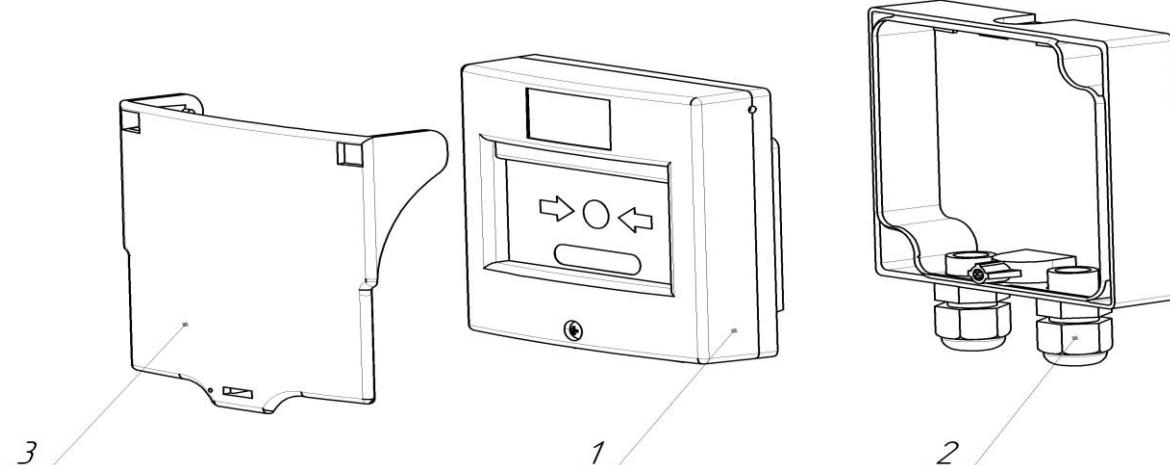

Рисунок 1 – Будова сповіщувача ИПР-1IP54
4.1 Конструктивно сповіщувач складається з трьох основних частин (рисунок 1):